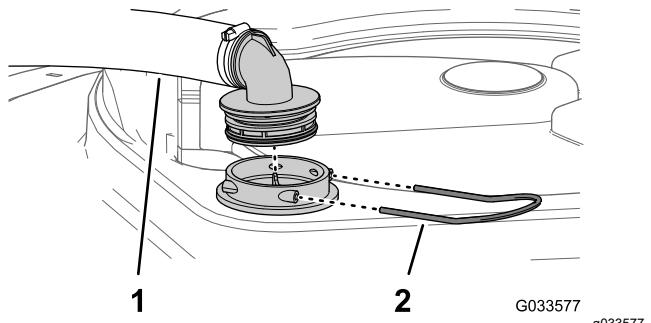

Bild 112
2. Nehmen Sie oben am Sprühbehälter den Halter ab, mit dem das Schlauchanschlussstück befestigt ist, das am dicken Schlauch und dem Filtergehäuse angeschlossen ist (**Bild 112**).
3. Nehmen Sie den Schlauch und das Schlauchanschlussstück vom Filtergehäuse ab (**Bild 112**).